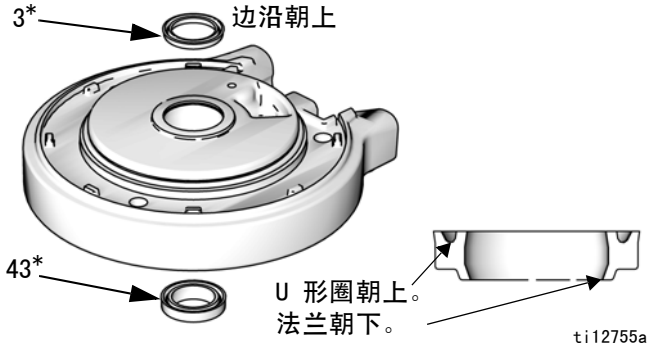

图 12: 气动马达 U 形圈的安装
- 请参见图 12。润滑新 U 形圈密封并安装在下盖 (1) 轴承底部的法兰 (43*) 上。U 形圈必须朝上, 法兰必须朝下。润滑新 U 形圈密封 (3*) 并安装在轴承顶部。边沿必须朝上。
请参见图 12 (第 15 页)。